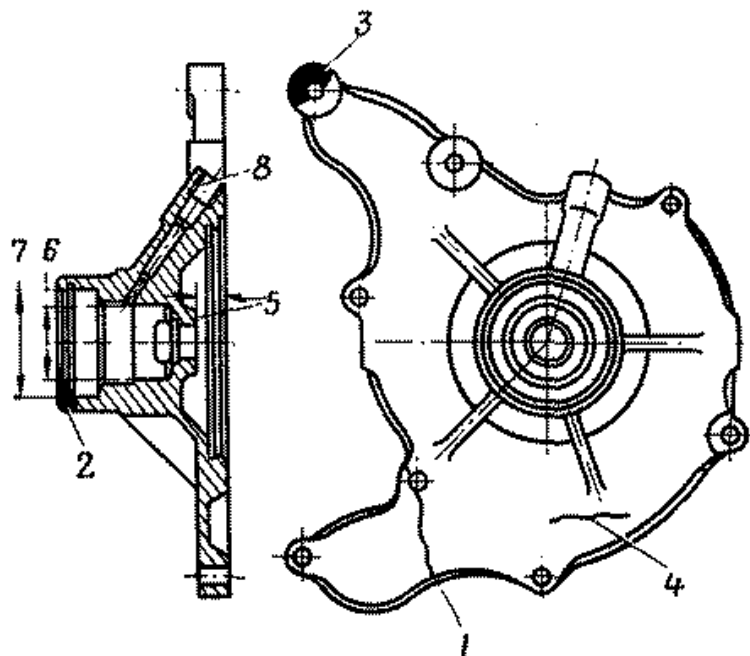

Рис. 94. Корпус водяного насоса
1. Корпус водяного насоса (рис. 94)